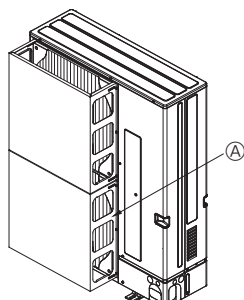

Fig. 2-4
- V případě montáže na místech, na kterých může silný vítr (tajfun atp.) foukat přímo do výstupu vzduchu, namontujte volitelné vedení vzduchu. (Fig. 2-4)